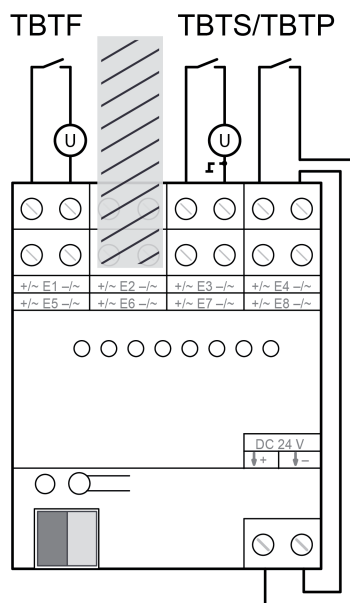

Figure 5: Exemple de raccordement
- Entre les entrées alimentées par des circuits électriques TBTS/TBTP et TBTF, laisser deux entrées non utilisées (figure 5).